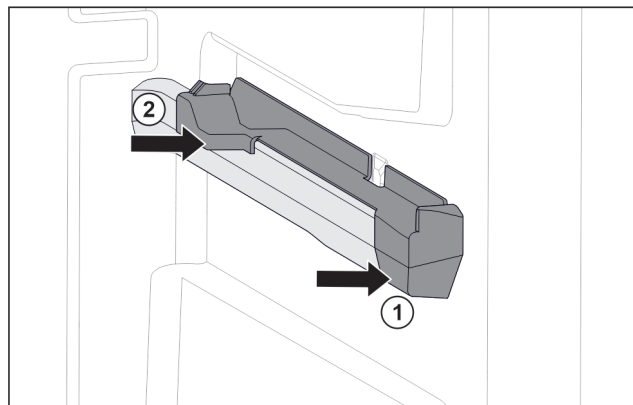

Fig. 129 Natični nastavek na desnemu nastavku za posodo
- Natični nastavek spredaj namestite na nastavek za posodo. Fig. 129 (1)
- Pritisnite natični nastavek zadaj. Fig. 129 (2)